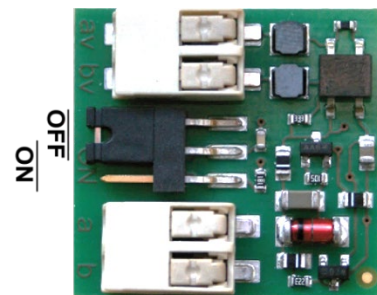

Abb. 4: Abschlusswiderstand setzen
- Stecken Sie den Abschlusswiderstand auf die Kontakte Position ON (Abb. 4), wenn sich die V2D-Innenstation am Ende des Video-2-Draht:BUS-Stranges befindet.